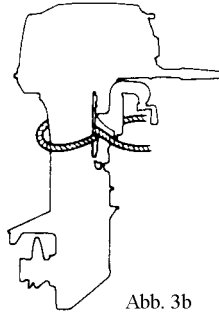

Abb. 3b
- Sichern Sie den Motor, um zu vermeiden, dass der Motor verloren geht oder beschädigt wird. (Abb. 3b)